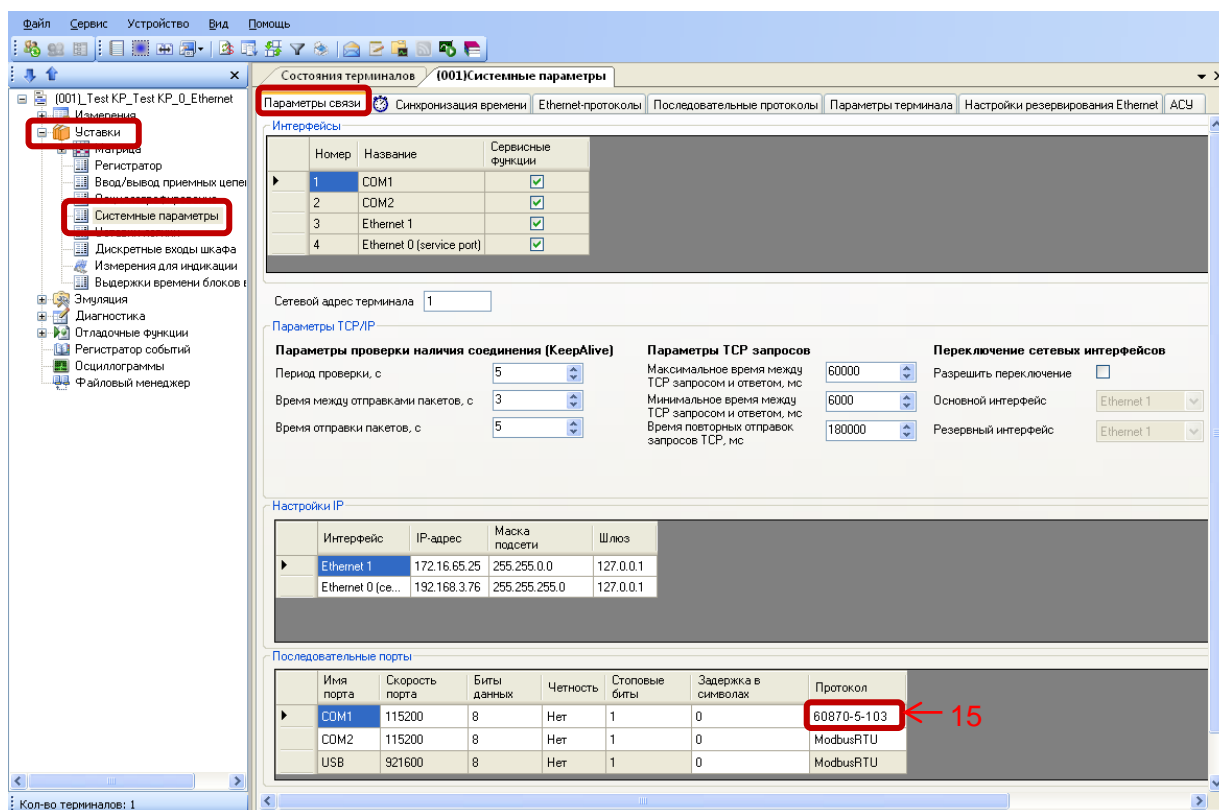

Рисунок 14 – Настройка параметров связи для протокола МЭК 60870-5-103
4.1.1 В «дереве» проекта ПО АРМ-релейщика выбрать **Уставки** -> **Системные параметры** и открыть окно, дважды щелкнув мышкой на соответствующем пункте «дерева» проекта (см. рисунок 14).
4.1.4 На вкладке **Параметры связи** для соответствующего последовательного интерфейса в разделе **Последовательные порты** выбрать протокол МЭК 60870-5-103 (см. рисунок 14, обозначение 15).